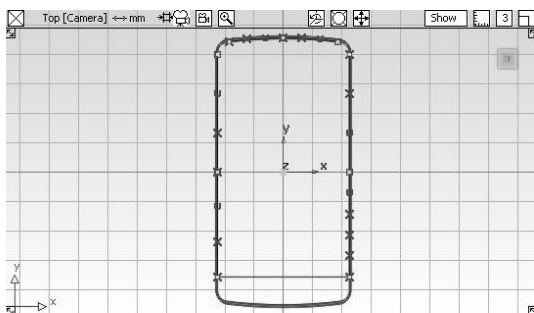

图 8-27 复制曲线
- 31 隐藏不需要的曲线。选择【Duplicate curve】工具, 依次复制手机上边缘（除去圆角部分）的曲线，如图 8-27 所示。